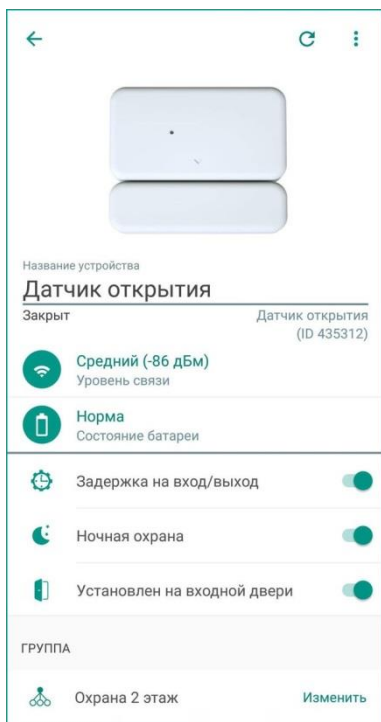

Рисунок 11.1 – Экран настройки датчика
Примечание – Подробнее о данной настройке см. в п. 11.2. После связывания вы сможете изменить настройку с помощью переключателя «Установлен на входной двери» на экране настройки датчика (см. рисунок 11.1).
1. В приложении на экране настройки датчика (в строке *Уровень связи*, см. рисунок 11.1).
Текущие параметры работы отображаются на экране настройки датчика (см. рисунок 11.1):
Настройки работы датчика могут быть изменены на экране настройки датчика (см. рисунок 11.1):
- 1) Откройте экран настройки датчика в приложении (см. рисунок 11.1).